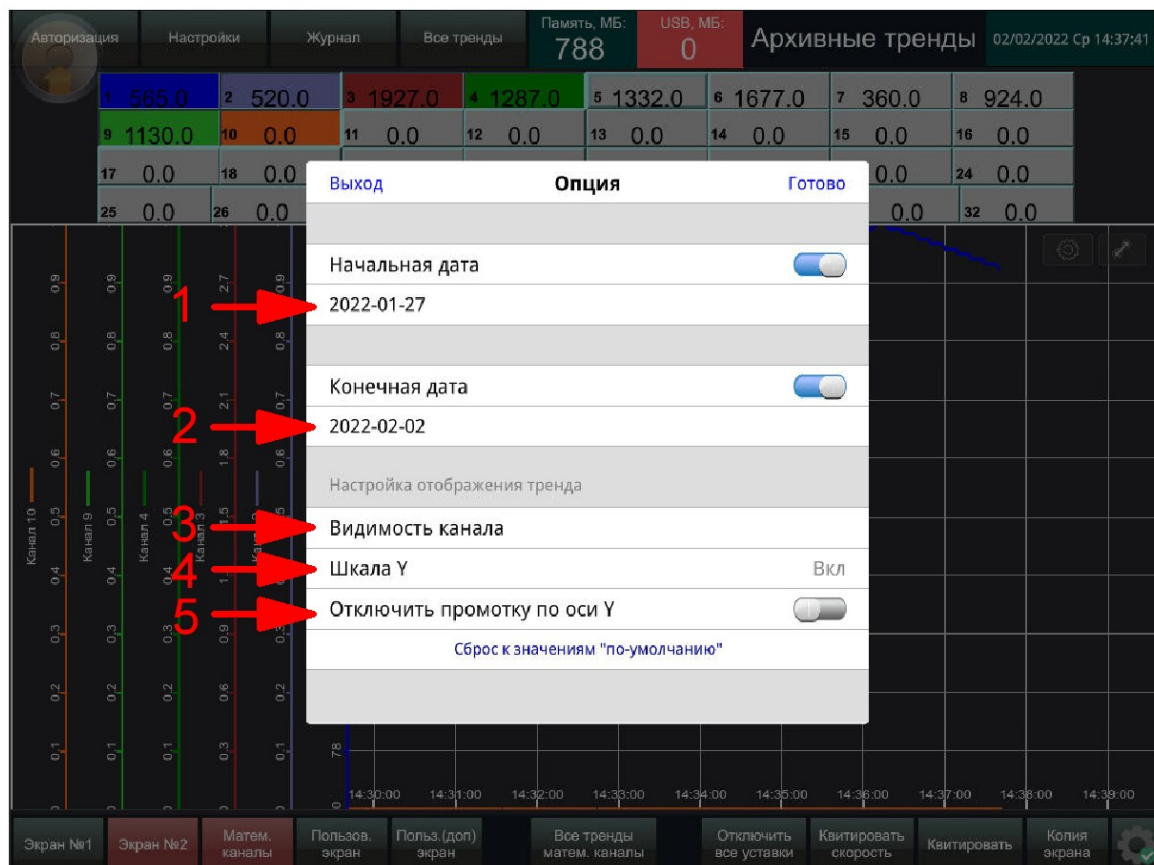

Рисунок 88 – Окно опций трендов
Кнопки выбора отображаемых каналов находятся в верхней части экрана (1). При выборе канал подцветивается определённым цветом. Слева экрана имеются шкалы (2), которые относятся к определённым каналам и отображают их масштаб, который можно изменить в настройках (Настройка→Конверсия→Поля верх шкалы/низ шкалы). Цвет шкалы и линии тренда соответствует цвету кнопки выбора канала. Имеется возможность просмотра экрана трендов по времени путем прокрутки оси времени X(3). В раскрывающемся списке (5) доступно масштабирование общего окна трендов по осям X и Y (это также можно осуществить разведением/сведением двух пальцев на поле отображения трендов). При нажатии на кнопку 4 открывается меню опций (рисунок 88).